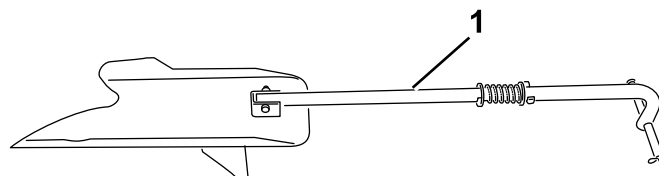
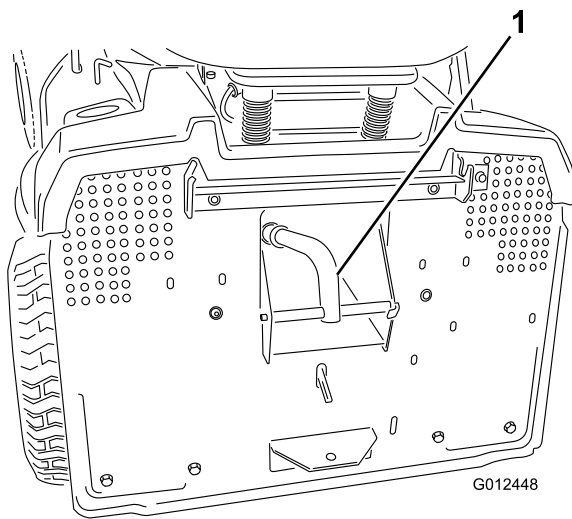

Bild 18
Bild 19
5. Setzen Sie den Mulchverschluss (Bild 18) in die Auswurföffnung am Heck der Maschine und haken ihn in das Loch am Auswurfkanal ein (Bild 19).